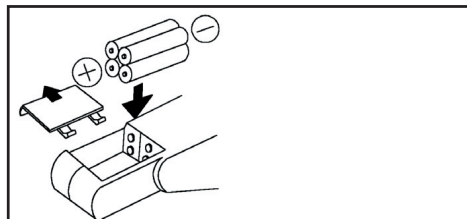

Abb. 1
- Spingere il coperchio del vano batteria nella direzione indicata nella Fig. 1. Inserire quattro batterie da 1,5V, formato AA o UM3, rispettando le polarità indicate all'interno del vano.